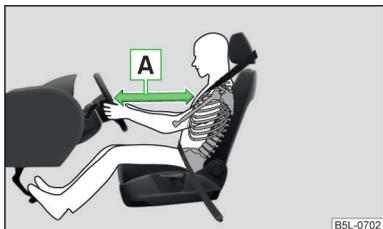

Fig. 21
- Es importante que el conductor y el acompañante mantengan una distancia mínima de 25 cm con respecto al volante o al tablero de instrumentos » fig. 21 **A**. Si no respeta esta distancia, el sistema de airbag no podrá protegerle. ¡Peligro de muerte! Los asientos delanteros y los reposacabezas siempre deben estar correctamente ajustados a la estatura del ocupante.